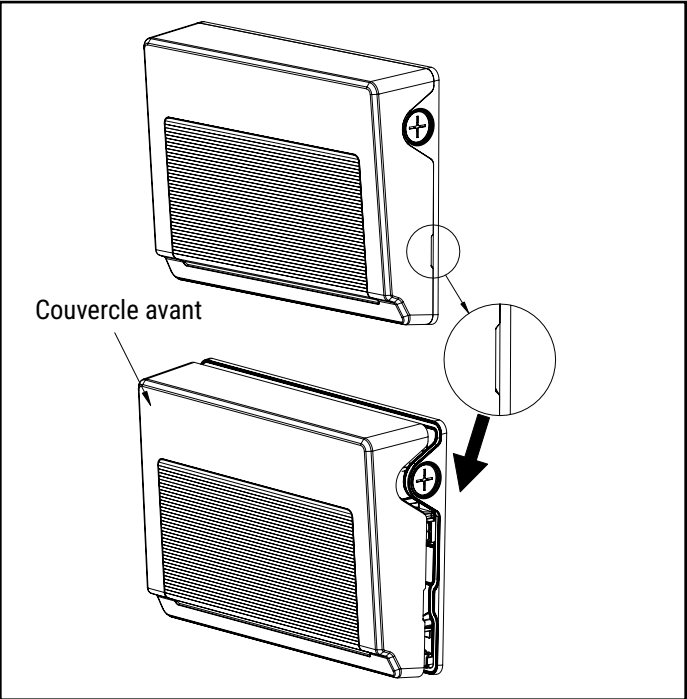

Figure 1
1. À l'aide d'un tournevis à tête plate, soulevez soigneusement le couvercle avant des deux côtés et séparez-le complètement du dissipateur thermique arrière. (Figure 1).